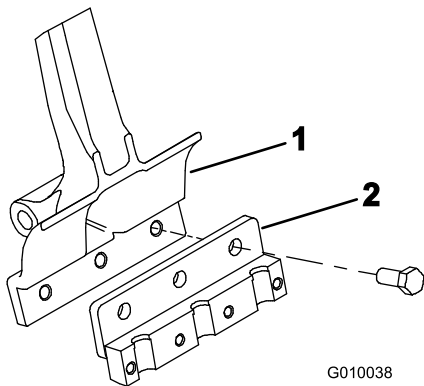

Рисунок 22
- Прикрепите держатель зубьев к каждому толкающему рычагу (Рисунок 22) с помощью 3 болтов ($\frac{1}{2} \times \frac{1}{4}$ дюйма). Затяните болты с моментом 101,6 Н·м.